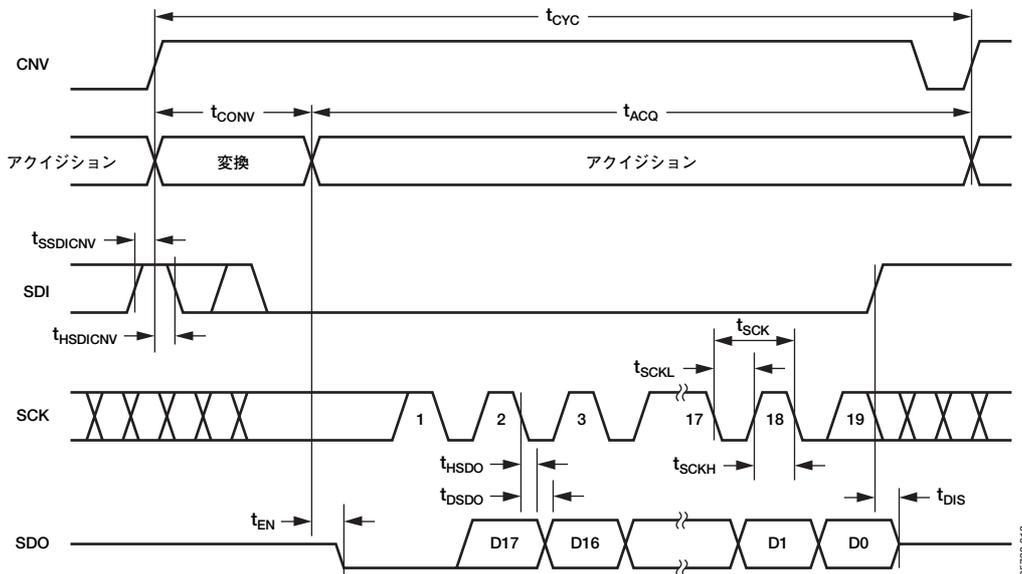

図41. 4線式CSモード、BUSYインジケータありのシリアル・インターフェース・タイミング
- \overline{CS} モードでは、ADCの変換終了時にCNVまたはSDIがローレベルになったとき (図37と図41を参照)。